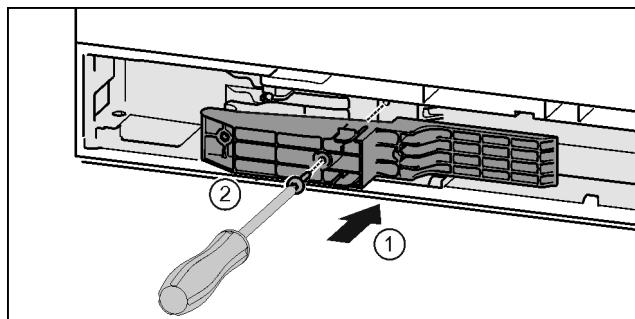

Fig. 43 *
- Adapterstück auf der Griffseite in die Aussparung einsetzen. Fig. 43 (1)*
- Schrauben mit Schraubendreher T15 festschrauben. Fig. 43 (2)*